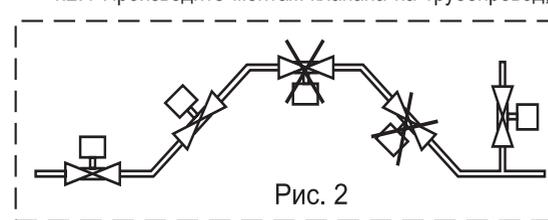

Рис. 2
4.2.4 Произведите монтаж клапана на трубопровод, в соответствии с рекомендацией по расположению клапана на трубопроводе (рис. 2).